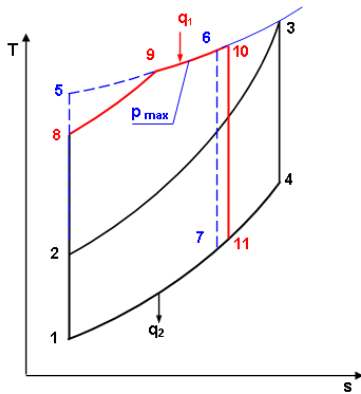

Рис. 13.4. Циклы ДВС с одинаковыми q_1 и p_{\max}
7.5. Сравнить термические КПД и максимальные температуры трех идеальных циклов ДВС с одинаковыми $q_1=500$ кДж/кг, максимальным давлением $p_{\max}=60$ бар, и $p_1=1$ бар, $t_1=20$ °С (рис. 13.4):